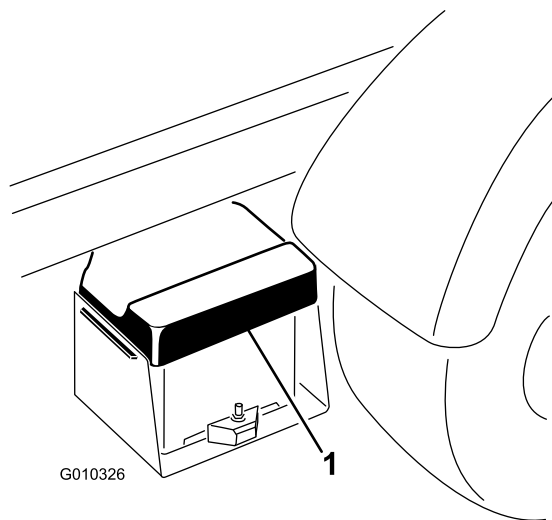

Figura 51
1. Apriete la tapa de la batería para liberar las pestañas de la base de la batería, y retire la tapa de la batería de la base de la batería (Figura 51).